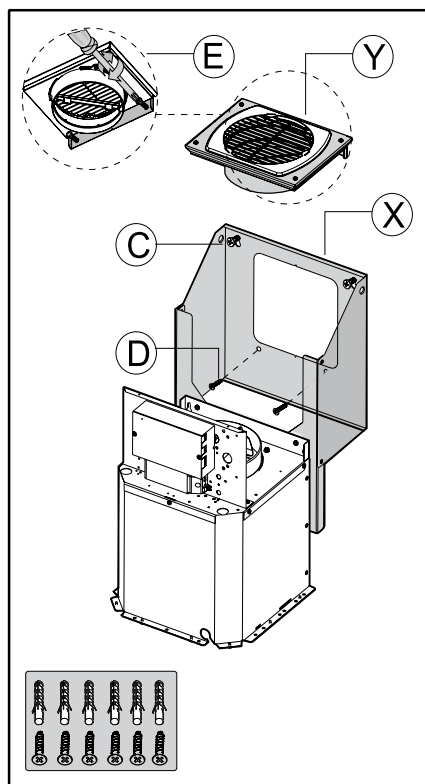

Рис. 11
5. Вставьте дюбели в просверленные отверстия. Заверните два шурупа **C** так, чтобы на них можно было подвесить каркас вытяжки с закрепленным на нем коромом мотора. Отрегулировав каркас **X** по уровню, зафиксируйте его при помощи двух шурупов **D** и завинтите шурупы **C** до конца (см. рис. 11).
6. Прикрепите площадку для решетки **Y** к стене при помощи двух шурупов (см. рис. 11).